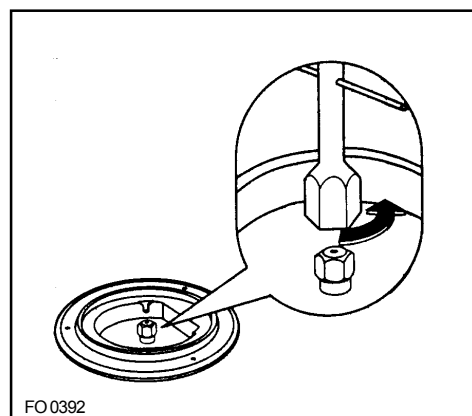

Fig. 2 FO 0392
- 3) Avec une clé de 7 dévissez les injecteurs (Fig. 2) et remplacez-les par ceux convenant au type de gaz utilisé (voir tableau).